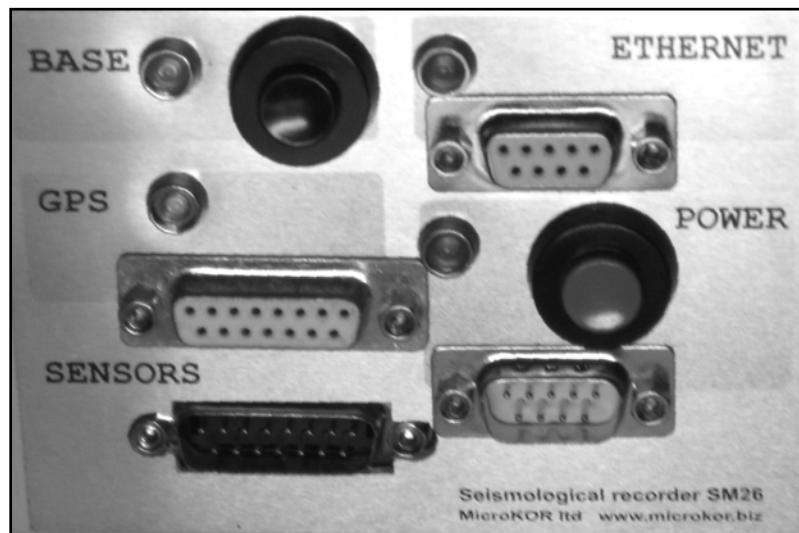

Рисунок 2.1 – Лицевая панель регистратора
2.4 На лицевой панели регистратора (рис.2.1) расположены органы управления и индикации: